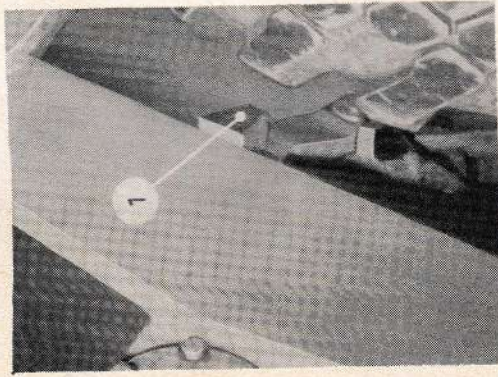

Bild 39
6.101 Das Umlegen des Stützhebels (1) Bild 39 zur Verhinderung des Absinkens der Schaufel, um die erforderliche Bodenfreiheit unter der Schaufel zu erhalten.